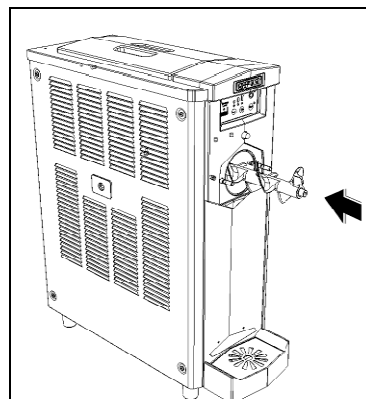

Fig. 28
- Inserire la spirale con cura nel cilindro facendo in modo che il codolo posteriore entri perfettamente nella sua sede all'interno del cilindro (fig.28).